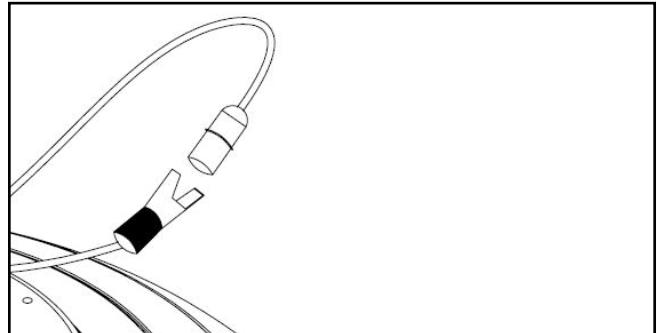

Figure 2.
- Raccordez le circuit de charge du bloc-piles. (Figure 2)